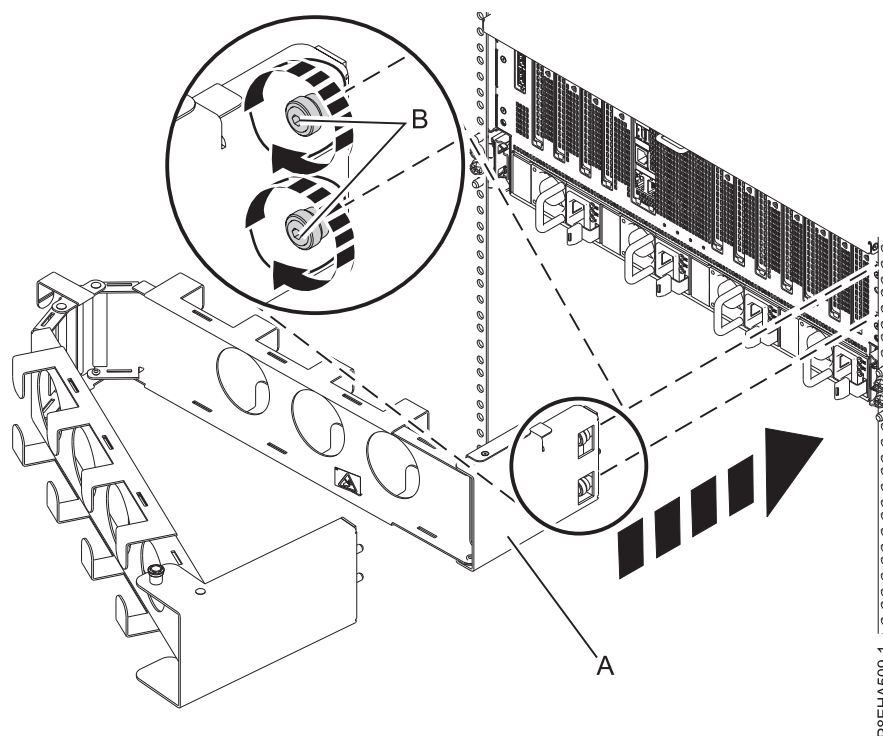

Figure 18. Fixation de la plaque intérieure au châssis du système
1. Fixez la plaque intérieure (A) au châssis du système en serrant à la main les deux vis captives (B) dans les trous taraudés du châssis, comme illustré à la figure 18, à la page 18. Utilisez ensuite le tournevis torx T25 fourni avec votre système pour finir de serrer les boulons.